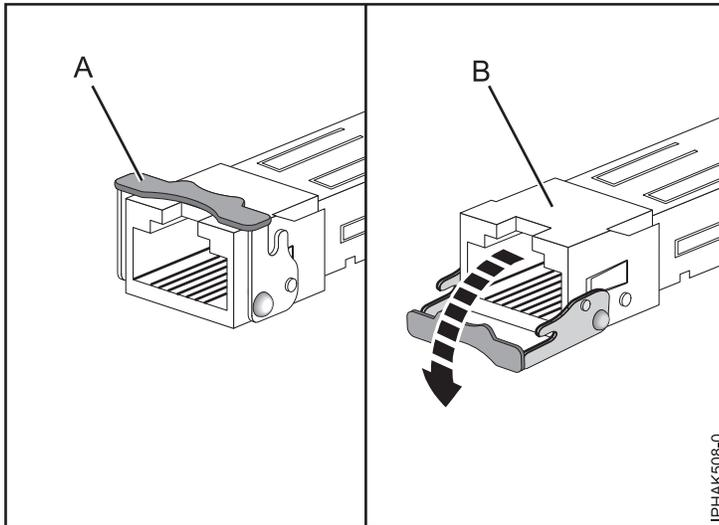

Figura 11. Extracción de los transceptores SFP de los adaptadores
Nota: Algunas FRU de adaptador de canal de fibra o Ethernet requieren extraer los transceptores SFP (de conexión de tamaño reducido), si están presentes, para poder extraer la contrapunta. Con la tarjeta en posición plana sobre una superficie antiestática, abra el pestillo (A) girándolo hacia abajo y alejándolo de la tarjeta, como se muestra en la Figura 11. Deslice el transceptor (B) hasta sacarlo del hardware del adaptador. Repita la misma operación para el otro transceptor.
Nota: Algunas FRU de adaptador de canal de fibra o Ethernet requieren extraer los transceptores SFP (de conexión de tamaño reducido), si están presentes, para poder extraer la contrapunta. Con la tarjeta en posición plana sobre una superficie antiestática, abra el pestillo (A) girándolo hacia abajo y alejándolo de la tarjeta, como se muestra en la Figura 11 en la página 24. Deslice el transceptor (B) hasta sacarlo del hardware del adaptador. Repita la misma operación para el otro transceptor.